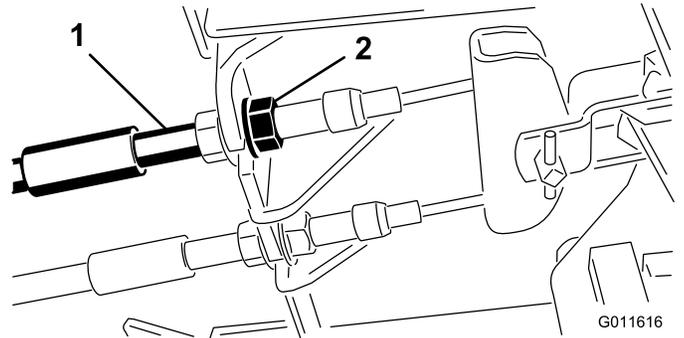

图65
- 要缩短刹车踏板的自由行程，可以通过松开刹车拉线螺纹端的前螺母，紧固刹车（图65）。